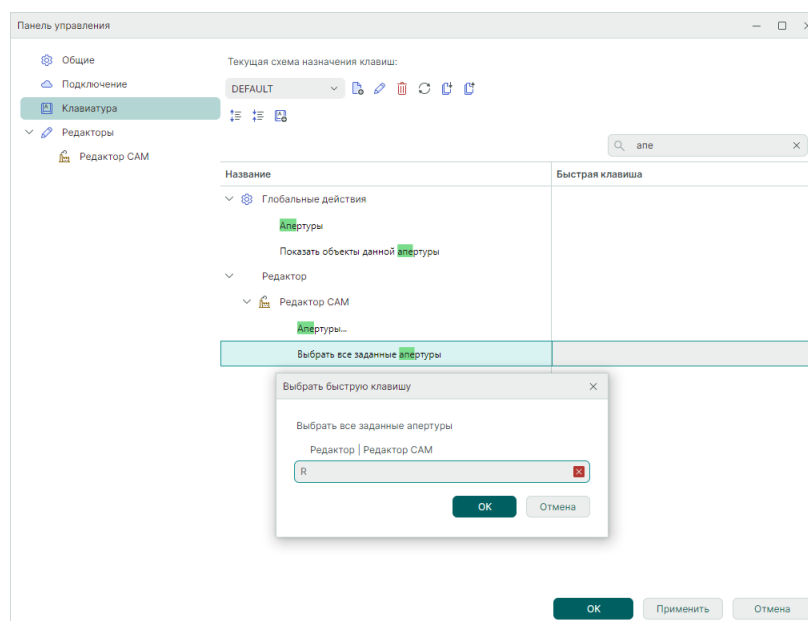

Рис. 58 Выбор быстрой клавиши
3. На экране отобразится окно «Выбор быстрой клавиши». Нажмите на клавиатуре клавишу (или комбинацию клавиш), см. Рис. 58. Нажмите «ОК».